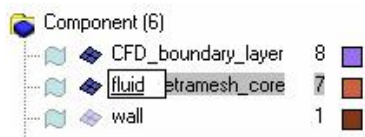

图 5-165 重命名 CFD_Tetramesh_core 组件
(1) 重命名 CFD_Tetramesh_core 组件。在 Model Browser 中右击 CFD_Tetramesh_core，然后选择 Rename 命令，然后键入新的名字 fluid，如图 5-165 所示。
(2) 选择 BCs > Organize。
(3) 选择 elems > by collector > CFD_boundary_layer 组件。
(4) 在 dest component 处选择 fluid。
(5) 单击 move 按钮后再单击 return 按钮。